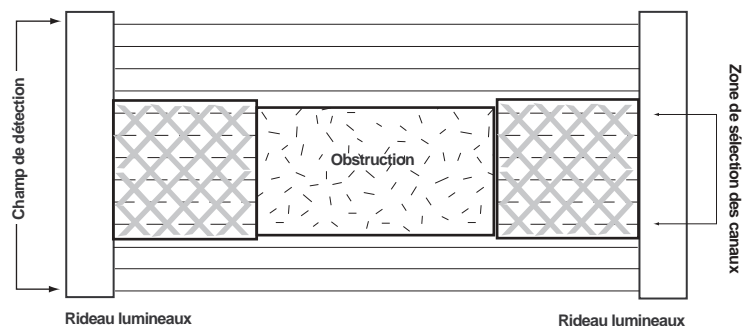

Figure 13 : Ajout de protecteurs fixes à la barrière immatérielle lors de l'utilisation de la Suppression de faisceau/Blanking
2. La zone non remplie par une obstruction doit être protégée, typiquement par des protecteurs fixes ou des barrières mécaniques telles qu'une feuille de tôle ou du métal déployé. Voir un exemple à la Figure 13.